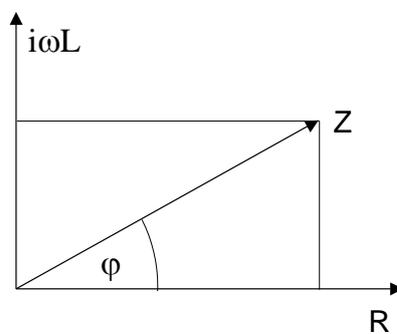

Abb.1 Zeigerdiagramm für die Reihenschaltung einer idealen Spule $X_L = 2\pi fL$ mit einem ohmschen Widerstand R
Auf Grund der endlichen Leitfähigkeit des Materials des Drahtes einer realen Spule, hat sie neben ihrem Blindwiderstand auch immer einen ohmschen Widerstand. Wegen der Phasenverschiebung zwischen Strom und Spannung kann dieser nicht einfach zum Blindwiderstand addiert werden. Mittels Zeigerdiagramm (Abb.1), in welchem die Phasenverschiebung berücksichtigt wird, indem für die Reihenschaltung der induktive Blindwiderstand in der komplexen Widerstandsebene in Richtung der imaginären Achse und der ohmsche Widerstand entlang der reellen Achse aufgetragen wird, kann der Scheinwiderstand Z aus der geometrischen Addition der beiden Widerstände ermittelt werden.
- Zeichnen Sie ein Zeigerdiagramm nach Abb.1 und ermitteln Sie daraus den Phasenwinkel!